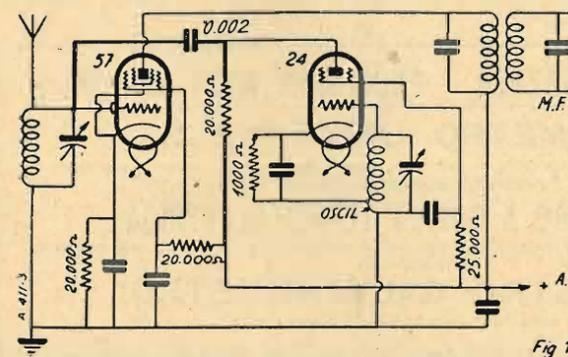
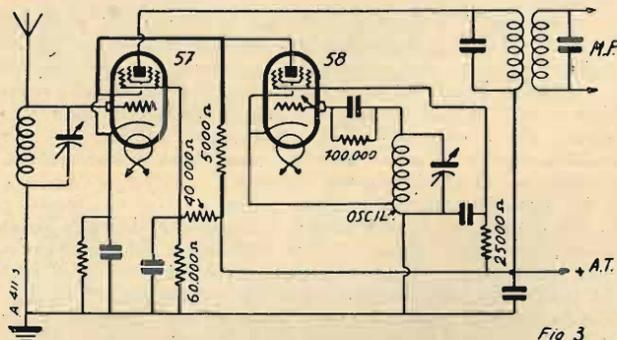

Fig 1
Fig. 3
anche un pentodo A. F. montato in oscillatore ad accoppiamento elettronico (montaggio delle fig. 1 e 3). Il catodo, la griglia di comando e la griglia schermo della valvola oscillatrice sono prese come se fossero gli elettrodi ordinari di un triodo, e servono a fare un montaggio oscillatore, come nel caso precedente. Tuttavia, perchè la seconda griglia possa far la sua parte di schermo elettrostatico in rapporto alla placca, occorre che sia allo stesso potenziale A. F. della massa. Col montaggio e il sistema di alimentazione adottati è possibile ottenerlo facilmente. Notiamo tuttavia che il potenziale A. F. del catodo non è più, come nei soliti montaggi, lo stesso di quello della massa. E' necessarissimo, quindi, a meno di non adoperare un dispositivo speciale, di usare una sola valvola a riscaldamento indiretto per questo sistema.
Si realizza l'accoppiamento disponendo una resistenza di utilizzazione nel circuito anodico dell'oscillatrice. Si riporta l'oscillazione locale raccolta fra la massa e la griglia della valvola modulatrice per mezzo d'un condensatore di 2 millesimi di mfd. (fig. 1).
C) *Accoppiamento con lo schermo.* — E' l'accoppiamento nel quale l'oscillatrice ha la placca collegata direttamente allo schermo dalla modulatrice. La seconda griglia di questa non è più allo stesso potenziale A. F. della massa. Si può evitare questo inconveniente inerente al montaggio abituale sostituendo la ordinaria modulatrice a schermo con una trigriglia alta frequenza (fig. 3). La griglia schermo è montata normalmente, cioè disaccoppiata da un condensatore di grande capacità. La terza griglia, che si collega ordinariamente al catodo, serve qui ad effet-
Abbiamo indicato nella fig. 3 lo schema di un dispositivo di questo genere, in cui è usato un oscillatore ad accoppiamento di anodo elettronico. Si noti che il sistema di polarizzazione della griglia di comando dell'oscillatrice si fa per mezzo della « caduta di tensione » prodotta dalla corrente griglia agli estremi della resistenza di 100.000 Ohm, posta in serie nel circuito. Questo sistema di polarizzazione o quello della fig. 1 possono essere usati indifferentemente.
Ripetendo l'esperienza su una corrente continua, si vedrà che la lampada si accende normalmente su 110 Volta, per esempio; e avendo la possibilità di fare abbassare la tensione per mezzo di un potenziometro di 20.000 Ohm, collegato come indica la fig. 1, si scorgerà che la lampada « proseguirà » fino ad un valore determinato, che potrà risultare da un voltmetro *V*, collegato dal lato dell'utilizzazione. A questo momento — su 85 Volta, per esempio — la lampada si spegnerà improvvisamente; ed anche se facciamo risa-
La fig. 3 presenta lo schema generale con questa piccola modificazione.
Che si può fare per mezzo dello schema rappresentato nella fig. 3? Poiché, quando si cambia il valore della resistenza o del condensatore, si cambia la caratteristica del circuito, viene di conseguenza che, disponendo di resistenze e di capacità graduate, si potrà procedere a misure di resistenza o